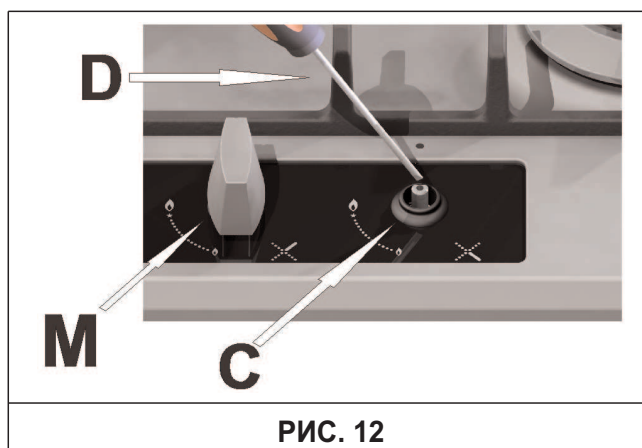

РИС. 12
- Снимите ручку вентиля „М” (рис. 12), которая просто надевается на стержень и больше ничем не закреплена.
- Вставьте маленькую отвертку „D” в отверстие „С” (рис. 12) и поворачивайте вправо или влево стопорный винт, до тех пор, пока пламя конфорки не отрегулируется до соответствующего положению «Минимум».